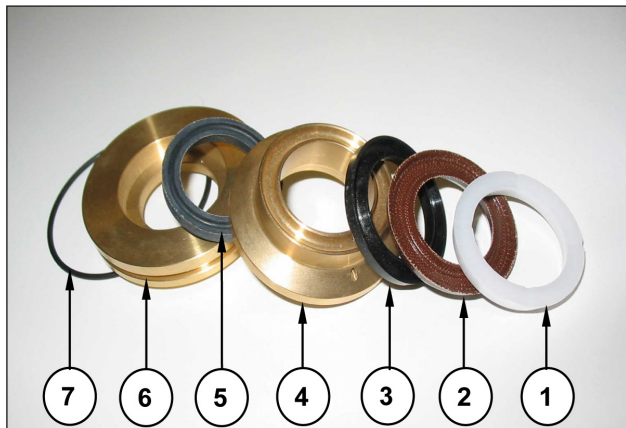

Fig. 28
**Preste atenção para a ordem de desmontagem das vedações do pacote, conforme indicado na Fig. 28, comporta de:**